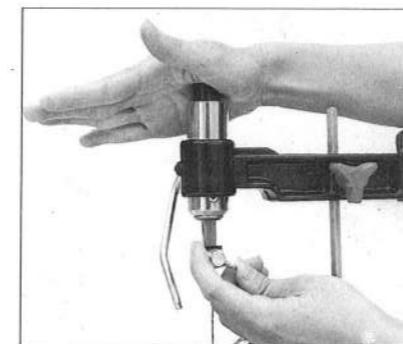

図5
- 上部の上歯キヤッチ金具に上部にのこ歯押し込み、ツマミがついています。押さえますとのこ歯キヤッチ金具の中にのこ歯が深くまで入ります。適切な張力が出るまで押えて横ののこ歯押えツマミを強く締めつけて下さい。締めましたらはなして下さい。(図5参照)